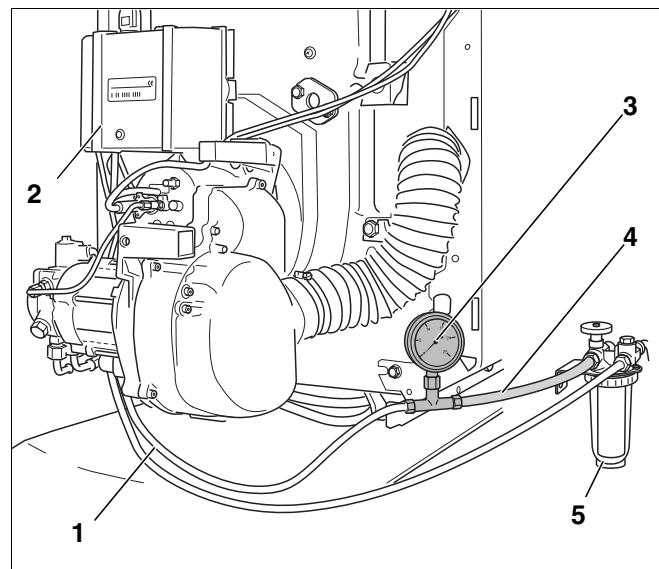

Рис. 14 Топливный фильтр, вакуумметр и прозрачный шланг
- Установить вакуумметр (рис. 14, поз. 3) с прозрачным шлангом (рис. 14, поз. 4; дополнительная комплектация), как показано на рисунке 14, между топливным фильтром (рис. 14, поз. 5) и всасывающим топливопроводом (рис. 14, поз. 1).
- Контролируйте отсутствие пузырьков воздуха во всасываемом топливе, идущем по прозрачном шлангу (рис. 14, **поз. 4**, стр. 17).